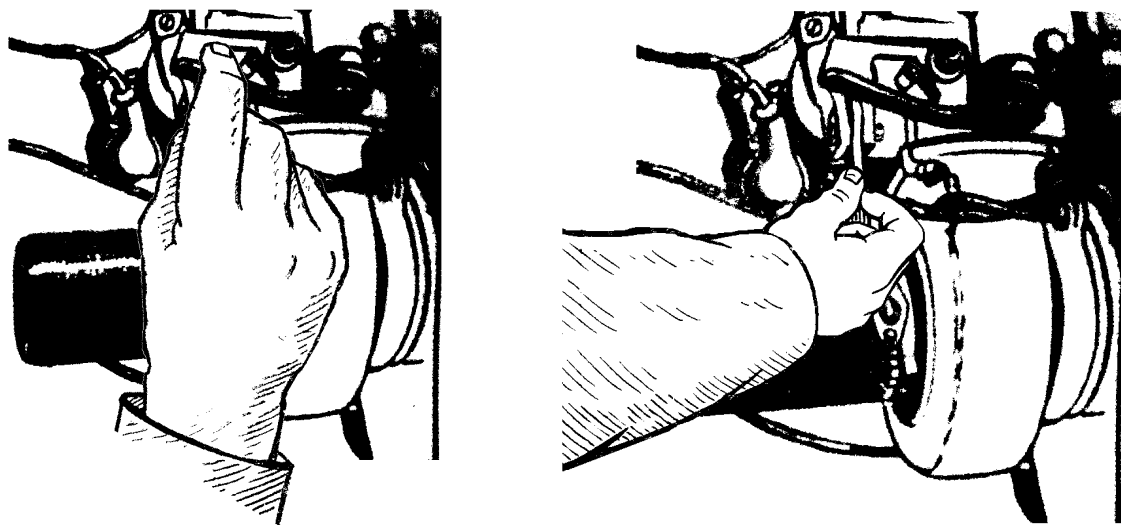

Рис. 43. Перевірка працездатності витяжних вентиляторів
- кулеметники після заняття своїх місць перевіряють роботу витяжних вентиляторів, для чого (рис. 43) переводять верхні кінці важелів клапанів, розташованих у нішах правого та лівого бортів, вниз до фіксації, при цьому повинні вмикатися вентилятори; переконавшись в працездатності вентиляторів, повертають важелі у верхнє положення, вентилятори при цьому повинні вимкнутись;